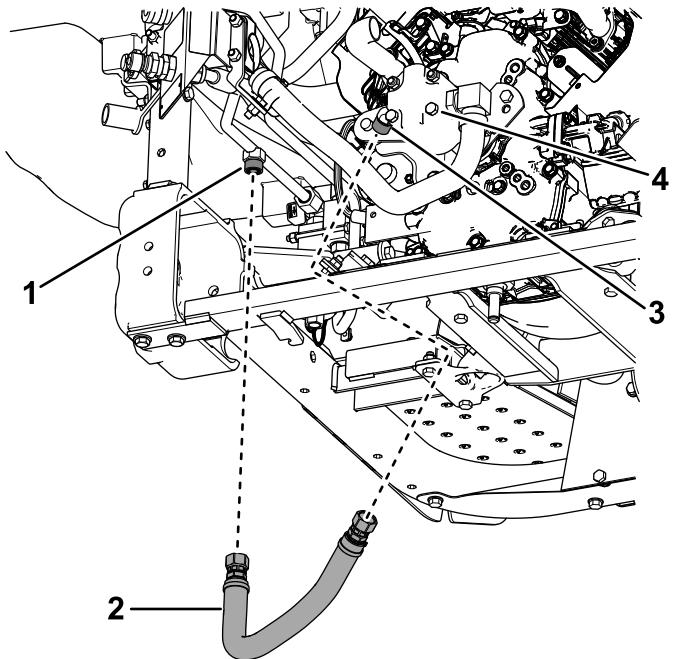

**Figure 28**
8. Montez le flexible hydraulique avec les raccords sur le raccord de la conduite hydraulique n° 2, comme montré à la Figure 28.